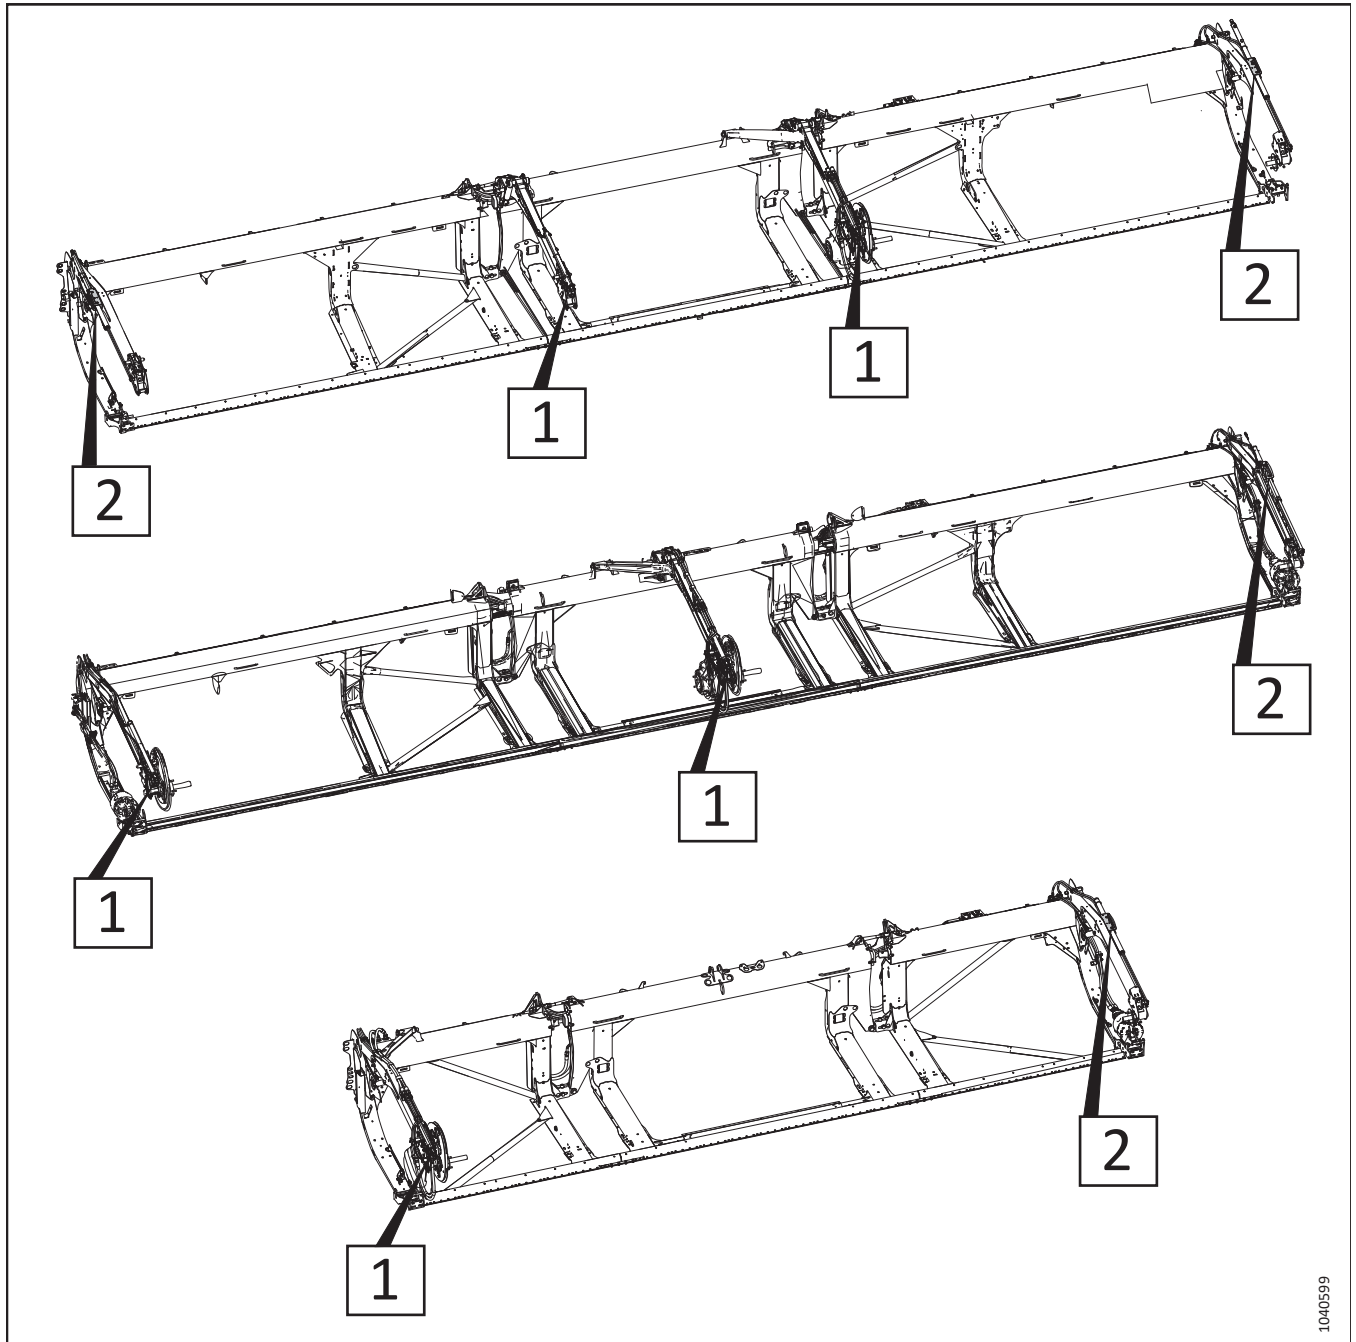

Figura 3.211: Cilindri față-spate reglabili – Numere de referință ale procedurii
5. Consultați Figura 3.211, pagina 183 pentru a determina procedurile de reglare a cilindrului față-spate pentru tipul de heder. Numărul de pe ilustrație se referă la una dintre următoarele proceduri: